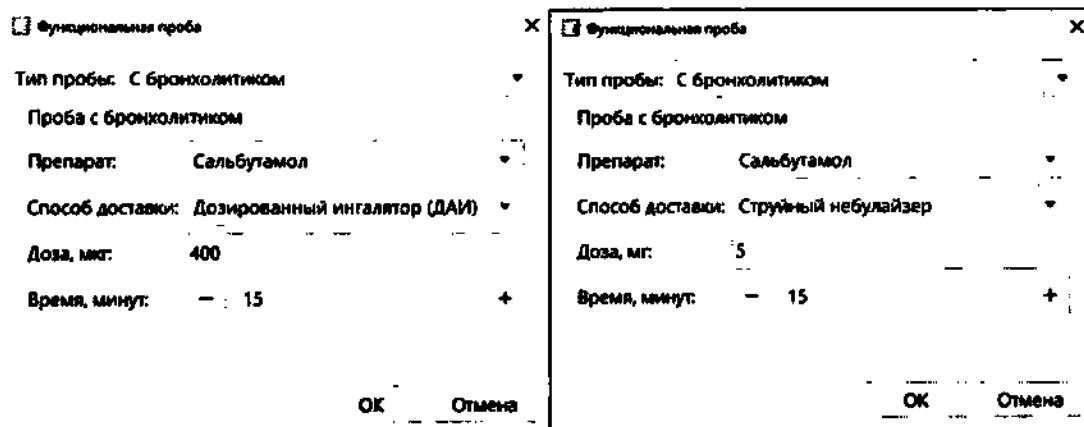

Рис. 21. Окно параметров функциональной пробы
3. Нажмите кнопку «Запуск провокационного теста форсированного выдоха» на панели обследований. На экране появится диалоговое окно параметров функциональной пробы, представленное на рис. 21.
5. Нажмите кнопку «Запуск провокационного теста форсированного выдоха» на панели обследований. На экране появится диалоговое окно параметров функциональной пробы, представленное на рис. 21.
4. Нажмите кнопку «Запуск провокационного теста форсированного выдоха» на панели обследований. На экране появится диалоговое окно параметров функциональной пробы, представленное на рис. 21.